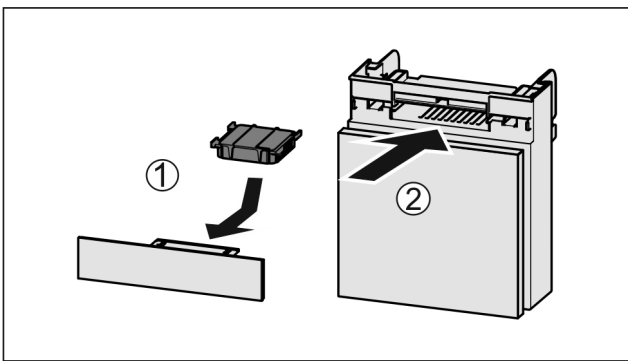

Fig. 84
- ▶ Actiefkoolfilter overeenkomstig afbeelding aanbrengen Fig. 84 (1).
- ▶ Lade erin schuiven Fig. 84 (2).